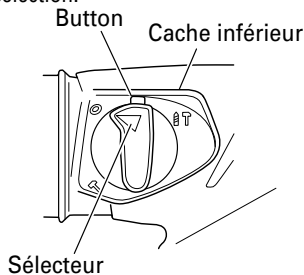

Fig. 8
- (2) Pour fixer la position de travail d'outils tels que ciseau à froid, etc.
- (a) Appuyer sur le bouton, libérer le verrou et tourner le levier de sélection dans le sens inverse des aiguilles d'une montre. Aligner ▲ du levier de sélection sur ☉ du support de levier comme indiqué sur la Fig 8.